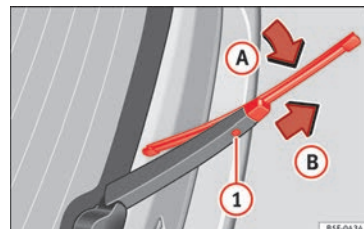

Fig. 83 Remplacement du balai d'essuie-glace arrière.
- Faites pivoter légèrement le balai d'essuie-glace » fig. 83 (flèche A).
- Maintenez la touche de déverrouillage ① enfoncée et tirez en même temps sur le balai dans le sens indiqué par la flèche B.
- Insérez sur le bras d'essuie-glace arrière un balai d'essuie-glace neuf **de même longueur et de même type** dans le sens contraire de la flèche B et jusqu'à ce que la touche ① s'encastre.